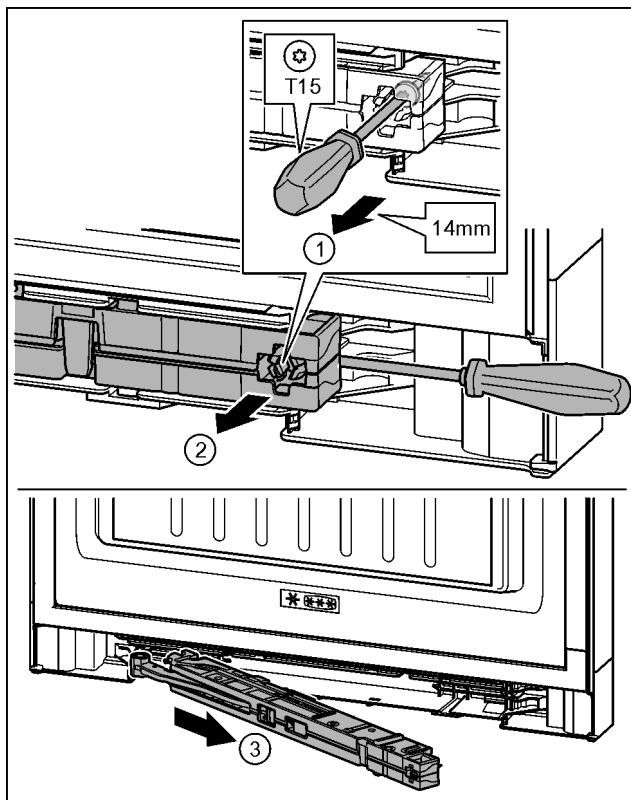

Fig. 21
- ▶ Vijake na enoti blažilnikov za zapiranje vrat odvijte z izvijačem T15 za pribl. 14 mm. Fig. 21 (1)
- ▶ Na strani ročaja potisnite izvijač za enoto blažilnikov za zapiranje vrat. Enoto obrnite naprej. Fig. 21 (2)
- ▶ Enoto izvlecite. Fig. 21 (3)